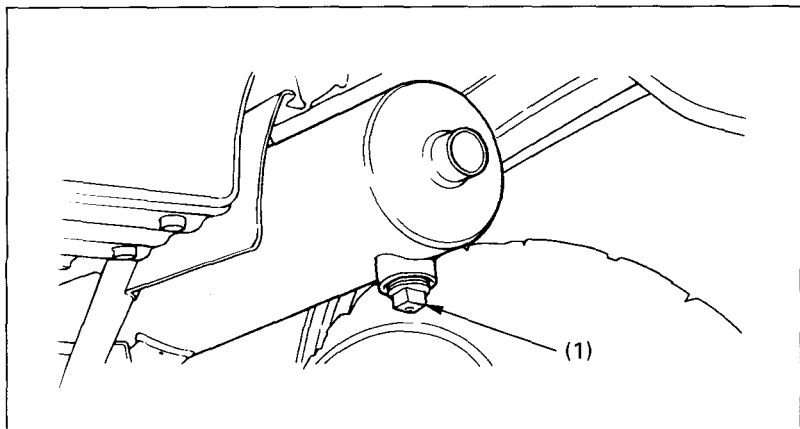

Fig. 4-37
2. Remove the bolt. (Fig. 4-37)